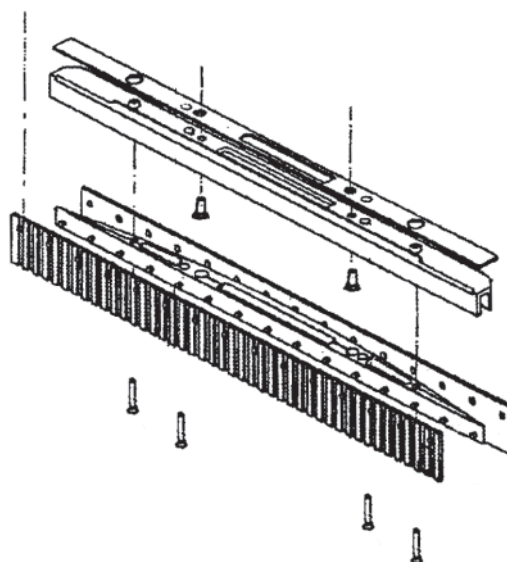

Abbildung 6
1. Den Hauptschalter (2) auf „0“ stellen.
5. Die beiden Schrauben der Sauglippe ausschrauben (Abb. 6).